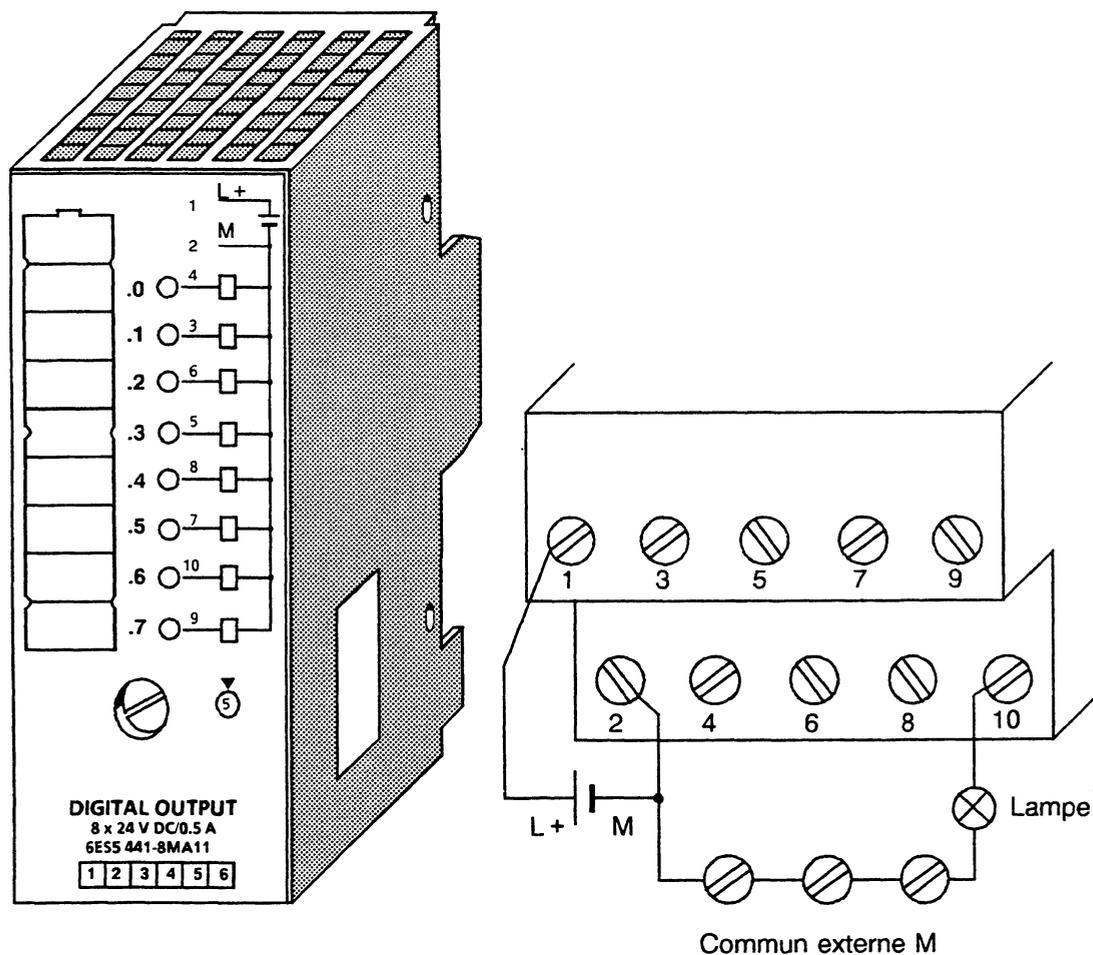

Fig. 3.15 Raccordement d'une lampe à la voie 6
**Exemple :** Une lampe doit être raccordée à la voie 5 d'un module de sorties enfiché sur l'emplacement 11 (adresse A 5.6) (cf. figure 3.15).